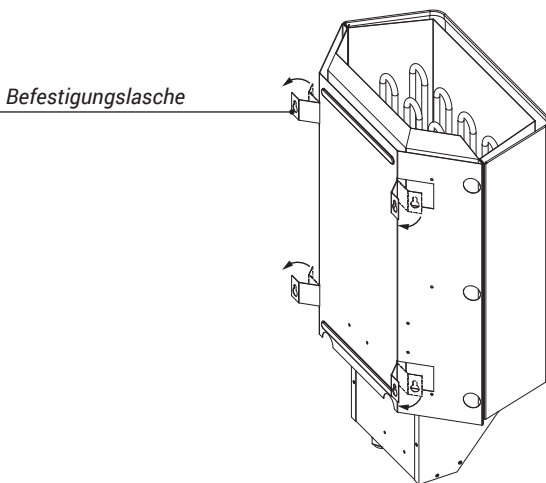

Abb. 6
- Die Befestigungsglaschen wie in Abb. 6 vorgegeben (Kantung mit den Schlüssellochern parallel zur Kabinenwand) ausrichten.